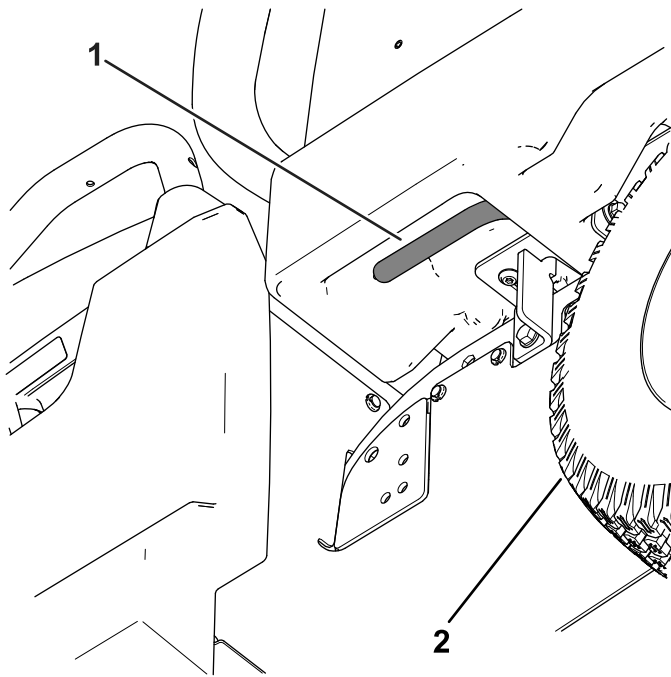

Figure 17
1. Tirez le levier situé à l'intérieur et à gauche du plateau de chargement vers vous, et levez le plateau (Figure 17).
1. Levez légèrement le plateau de chargement en soulevant le levier de verrouillage (Figure 17).